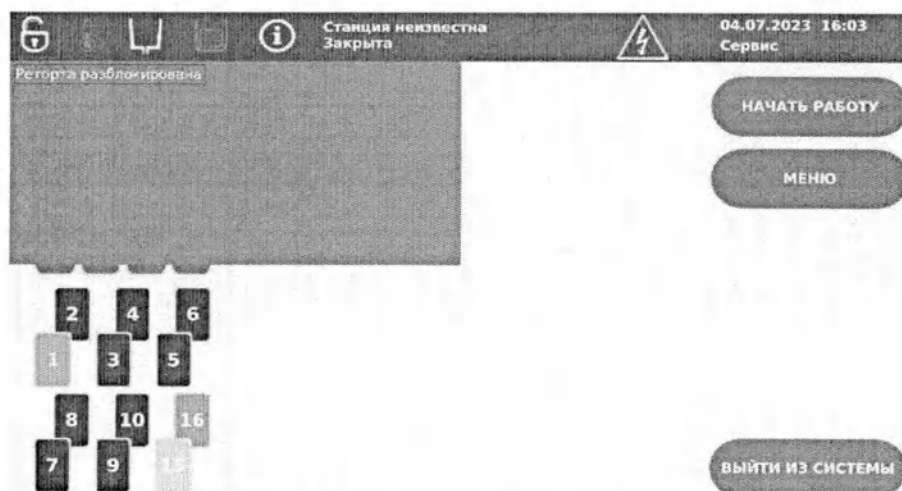

Рисунок 3.18 – Индикатор блокировки реторты
1) Индикатор блокировки реторты (Рисунок 3.18) – элемент графического интерфейса Пользователя, информирующий о состояниях реторты посредством следующих условных обозначений: